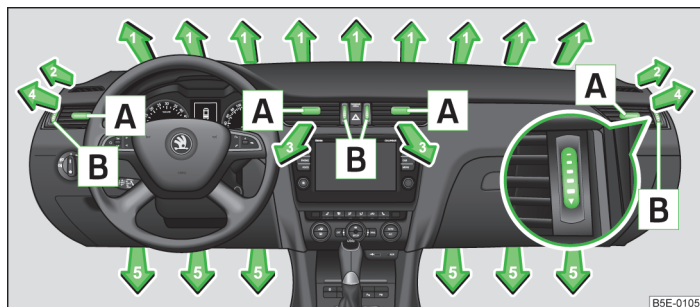
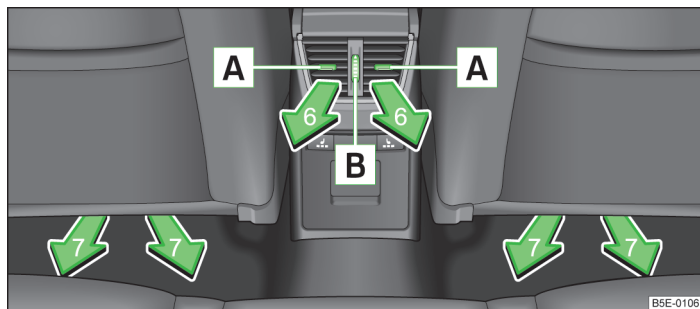

Fig. 106 Bocchette di ventilazione anteriori
Fig. 107 Bocchette di ventilazione posteriori
Le bocchette di ventilazione 3, 4 » fig. 106 e 6 » fig. 107 consentono di modificare la direzione del flusso dell'aria e possono essere aperte e chiuse singolarmente.
- » Ruotare le lamelle orizzontali verso l'alto o verso il basso con l'ausilio dell'elemento di regolazione scorrevole **A** » fig. 106 o » fig. 107 per modificare l'entità del flusso dell'aria.
- » Ruotare le lamelle verticali verso destra o verso sinistra con l'ausilio dell'elemento di regolazione scorrevole **A** » fig. 106 o » fig. 107 per modificare la direzione laterale del flusso dell'aria.
- » Ruotare il regolatore **B** » fig. 106 o » fig. 107 verso l'alto o verso il basso.
Consigliamo di lasciare sempre aperte le bocchette di ventilazione 3 » fig. 106 a pagina 112 in qualsiasi modalità operativa.
Consigliamo di lasciare sempre aperte le bocchette di ventilazione **3** » fig. 106 a pagina 112 in qualsiasi modalità operativa.